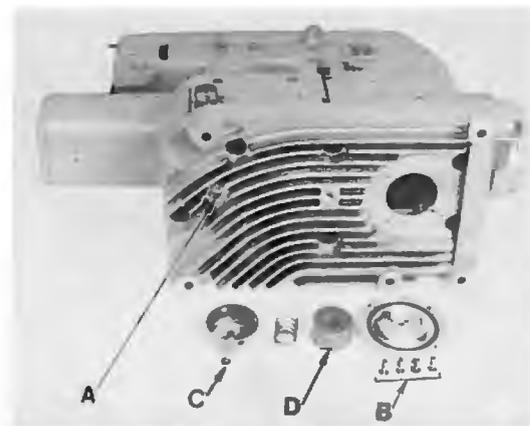

Fig. 8
The main oil filter (D, Fig. 8) and the oil filter (B, Fig. 9) have to be cleaned in petroleum at every oil change.
The main oil filter (D, Fig. 8) is accessible by loosening screw (B) and (C). The oil filter (B, Fig. 9) can be removed by turning it counter clockwise.
Der Hauptölfilter (D, Fig. 8) und der Ölfiter (B, Fig. 9) müssen bei jedem Ölwechsel in Petroleum gereinigt werden.
Der Hauptölfilter (D, Fig. 8) ist nach Lösen der Schrauben (B) und (C) zugänglich. Der Ölfiter (B, Fig. 9) wird durch Drehen im Gegenuhrzeigersinn entfernt.